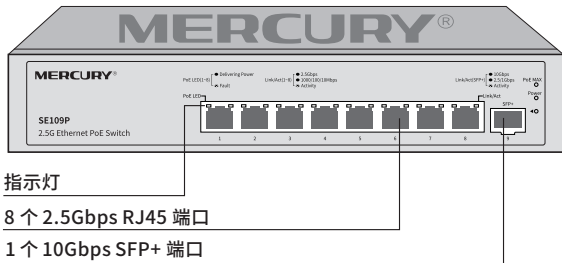

图 2-2 SE109P 前面板示意图
2. 将配件中的两个 L 型角铁分别安装在交换机面板的两侧，并用配件中提供的螺钉固定，如图 2-2 所示；